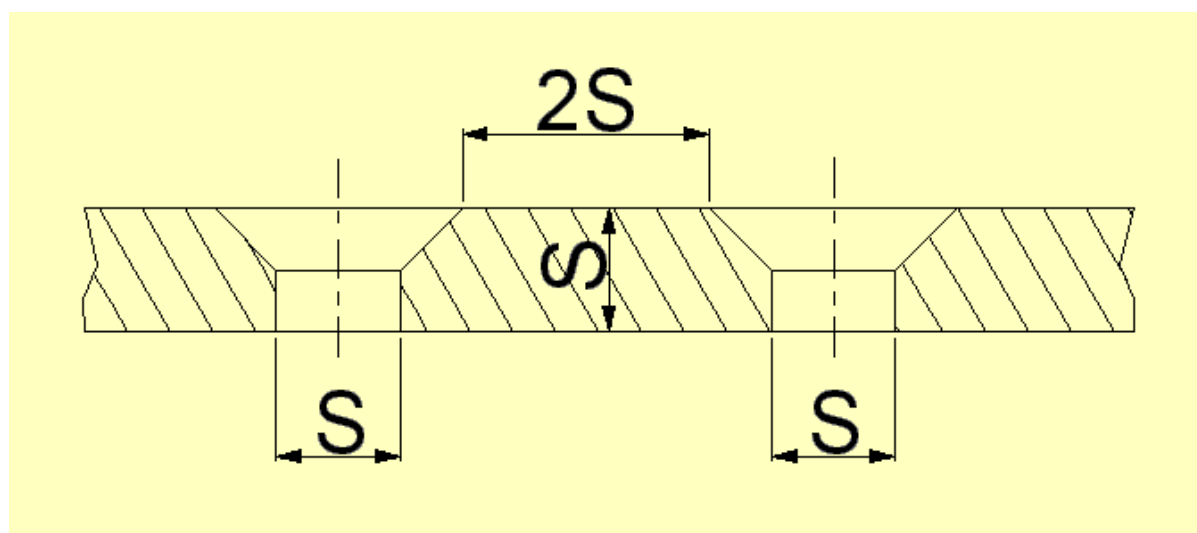

Bild 2.
- Entfernung zwischen den aufgebohrten Öffnungen muss mindestens der doppelten Glasstärke, gerechnet ab Bohrlochrand, entsprechen (Bild 2)